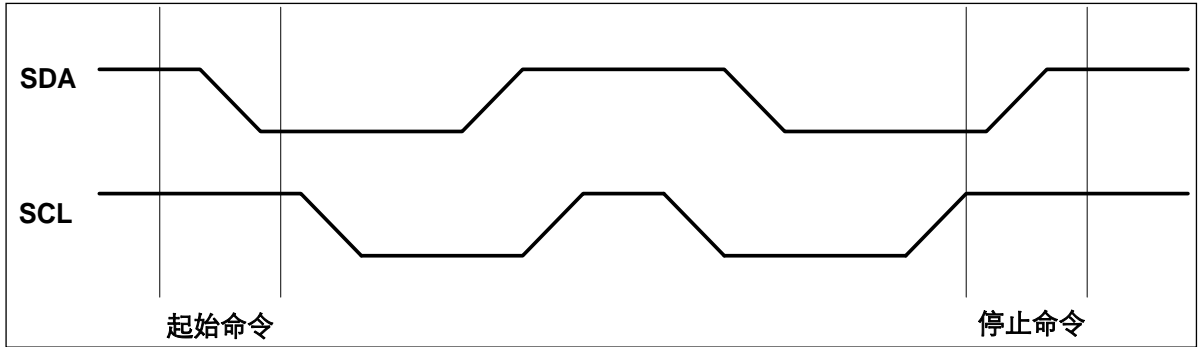

图 12-4 起始 (Start) 与停止(Stop)命令定义
**起始命令:** 当 SCL 为高, SDA 由高到低的变化被视为起始命令, 必须以起始命令作为任何一次读/写操作命令的开始(参见图 12-4)。
**停止命令:** 当 SCL 为高, SDA 由低到高的变化被视为停止命令, 在一个读操作后, 停止命令会使 I2C 从机进入待机模式(参见图 12-4)。